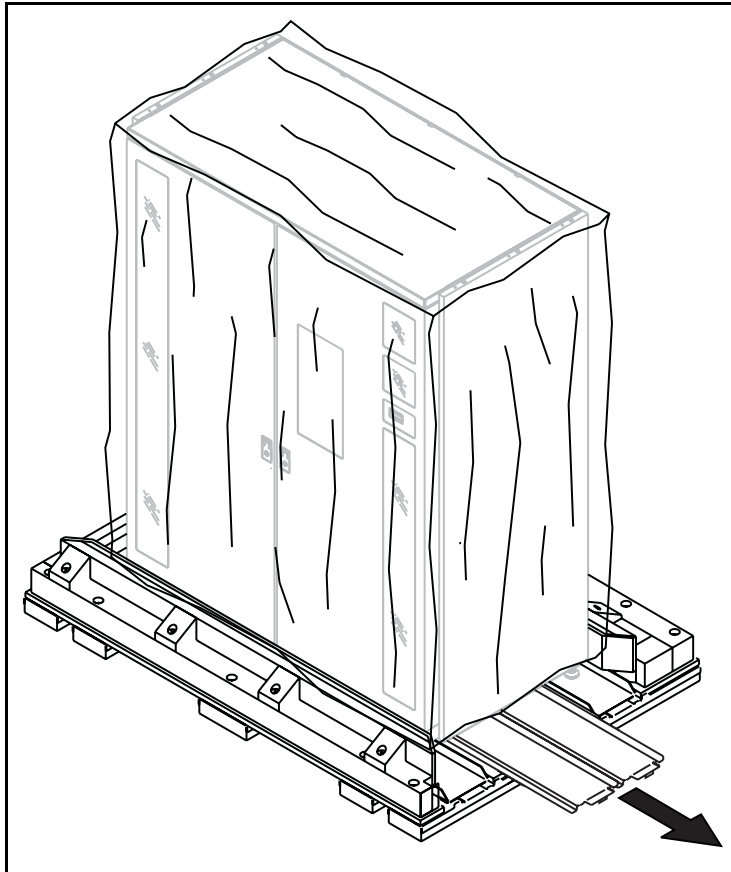

Figure 4-8. Retrait des rampes
15. Faites glisser vers l'extérieur les deux rampes et le bloc de mousse, qui se trouvent sous la librairie de sauvegarde sur cartouches, du côté droit (voir Figure 4-8). Mettez de côté les deux rampes jusqu'à ce que vous soyez prêt à déplacer la librairie.